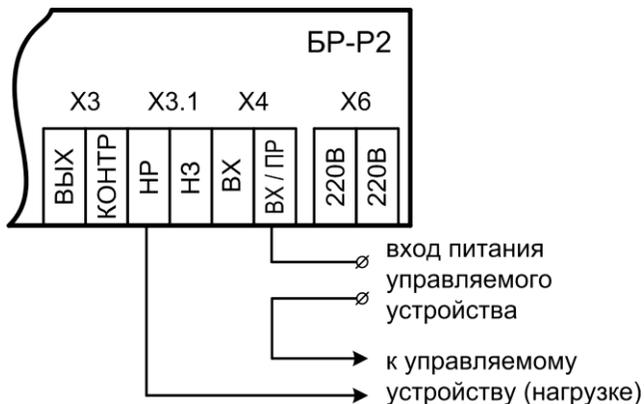

Рис.22 Схема подключения для функциональной проверки работоспособности БР-Р2
• откройте корпус БР-Р2, отключите питание устройства, произведите монтаж соединительных линий в соответствии со схемой подключения – см. рис.22;